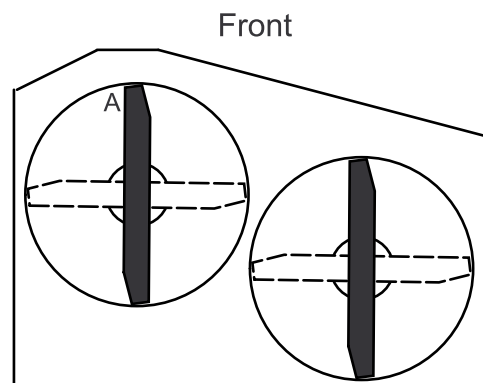

Рисунок 59
**Примечание:** Измерьте высоту в точке **A** и от горизонтальной поверхности до режущих кромок на концах ножей (Рисунок 59).